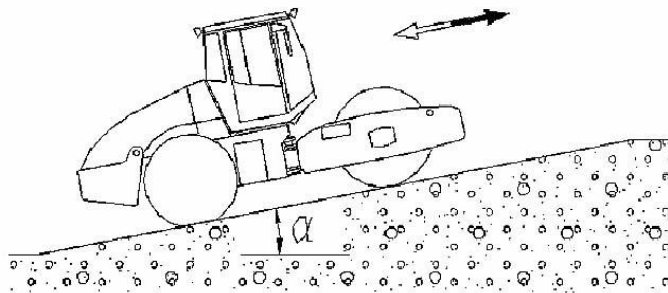

Рис. 2-18
((5) Передвижение по уклону (рис. 2-18)